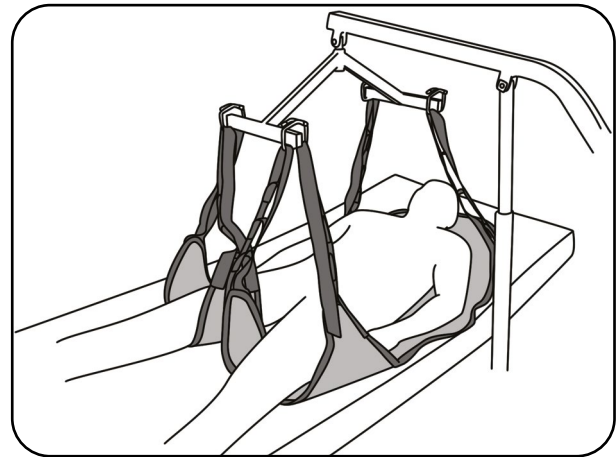

Abb. 8.2.03 - Anheben des Patienten
9. Positionieren Sie den Transportbügel entsprechend dem Kapitel Vorbereitung Abschnitt **Transportbügel der aks-Patientenlifter, „Transport in liegender Position“**. Die Position des Transportbügels in Abb. 8.2.03 ermöglicht den Transport des Patienten in liegender Position.
12. Heben Sie den Patienten mit dem aks-Patientenlifter an (Abb. 8.2.03). Beobachten Sie dabei den Patienten und die Straffung des Liftergurtes. Korrigieren Sie gegebenenfalls den Sitz des Liftergurtes durch erneutes Ablassen des Patienten und Verschieben der ungünstig sitzenden Teile des Liftergurtes. Beobachten Sie während des gesamten Hebevorganges ständig den Patienten und den Sitz des Liftergurtes. Heben Sie den Patienten nur so hoch wie nötig.